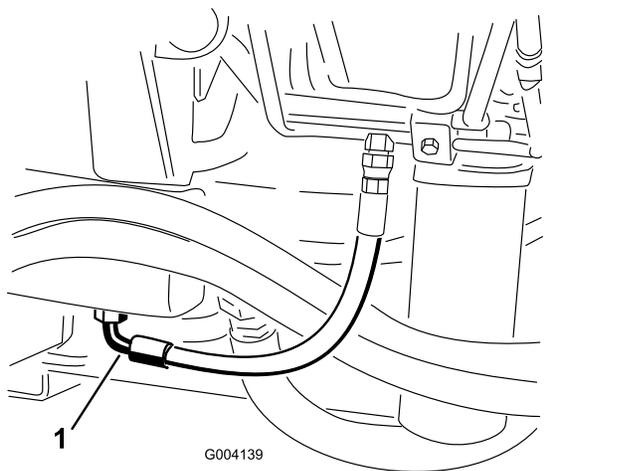

Figura 102
3. Coloque un recipiente grande debajo del acoplamiento situado en la parte inferior del depósito de fluido hidráulico (Figura 102).